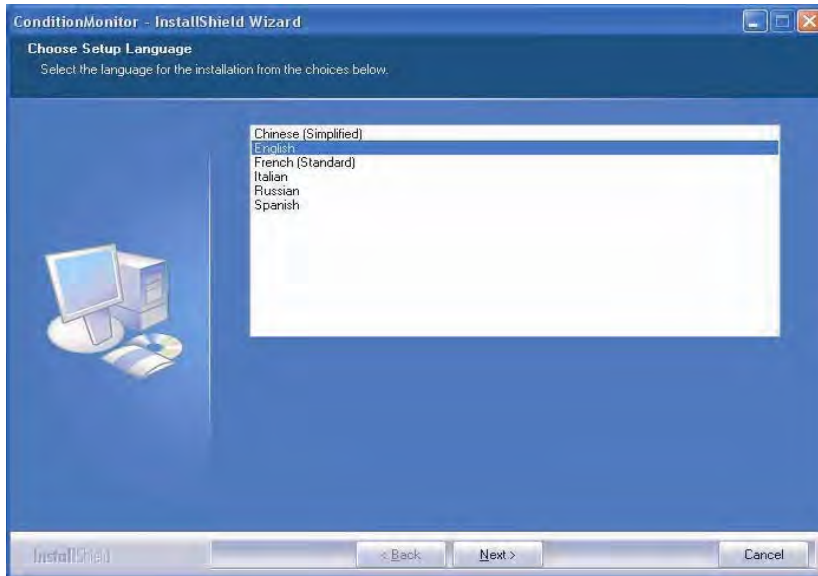

Abb. 2-1
- 1) Ein Fenster wie im Bild 2-1 wird angezeigt. Die für die Installation gewünschte Sprache auswählen. Auf „Next“ (Weiter) klicken.